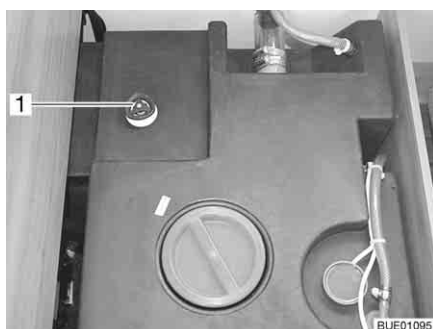

Bild 233 Vattentank med ratt
- Vrid ratten på vattentanken moturs mot motståndet till stoppläget (Bild 233,1) för att öppna utloppsöppningen helt.